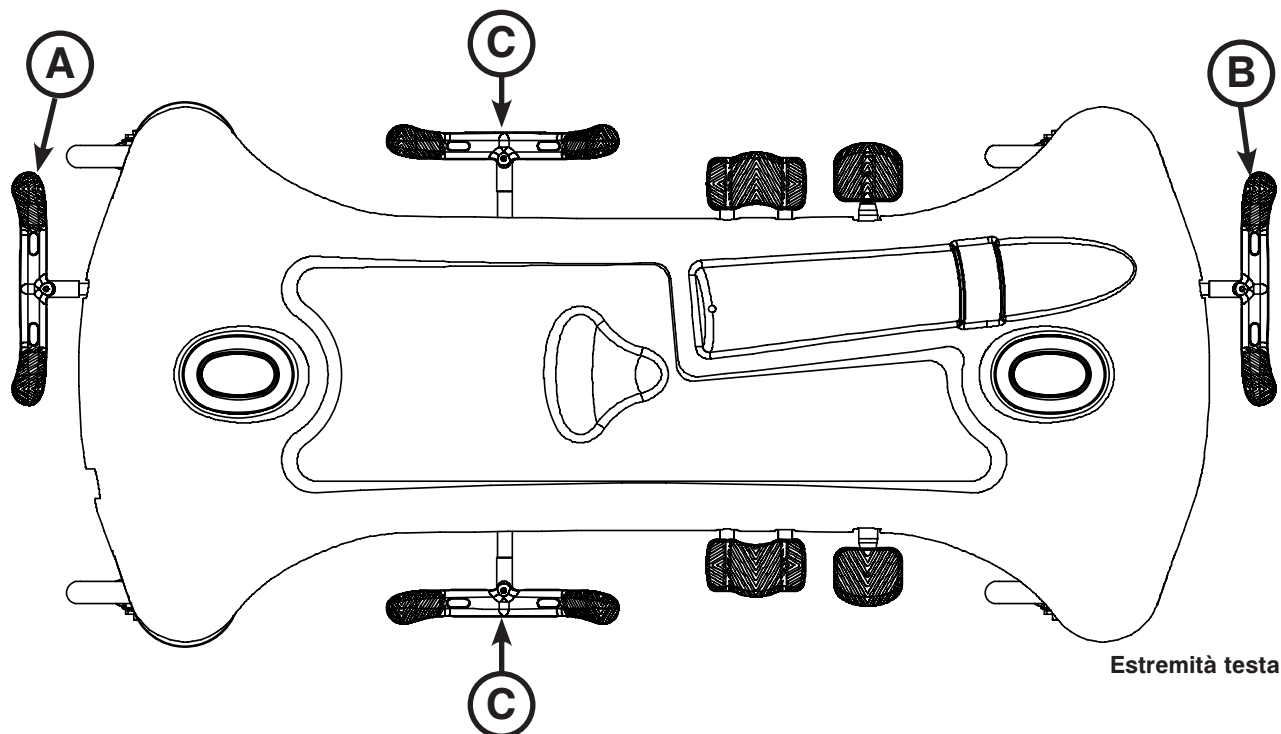

Figura 1 - Freni
Per la comodità dell'operatore, un pedale di frenatura/sterzata è situato su entrambe le estremità della barella come illustrato nella Figura 1.
**Per azionare la quinta ruota**, premere il lato (verde) di sterzata di uno dei pedali di frenatura/sterzata nella posizione più bassa (vedere la Figura 1 a pagina 6-9).
**Per disinserire la quinta ruota**, premere il lato (rosso) del freno di uno dei pedali di frenatura/sterzata nella posizione di folle (vedere la Figura 1 a pagina 6-9).